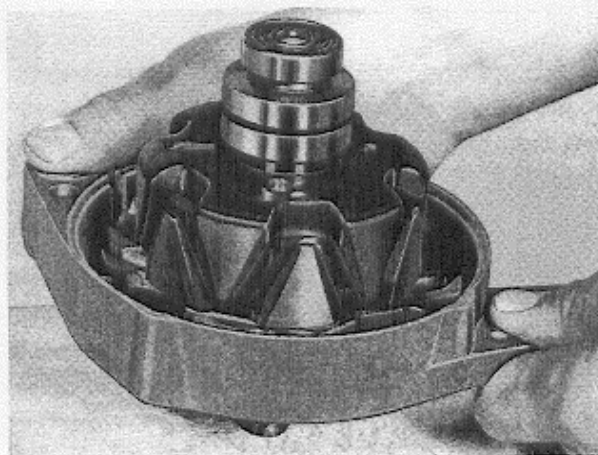

Abb. 28 Ausbau des vorderen Lagerdeckels
7. Die drei Halteschrauben der Stützplatte des vorderen Lagers lösen. Das Lager lösen, indem das Wellenende gegen Holz geschlagen wird (Abb. 28).